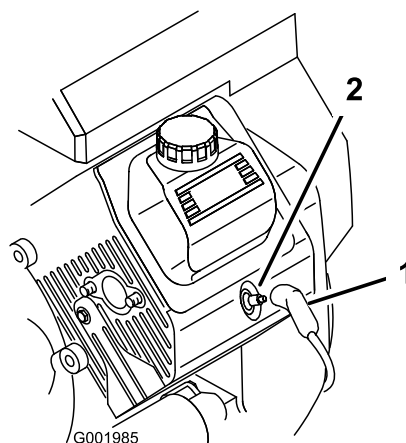

Bild 53
3. Ziehen Sie die Kabel von den Zündkerzen ab (Bild 53).
3. Stecken Sie die Kabel auf die Zündkerzen (Bild 53).